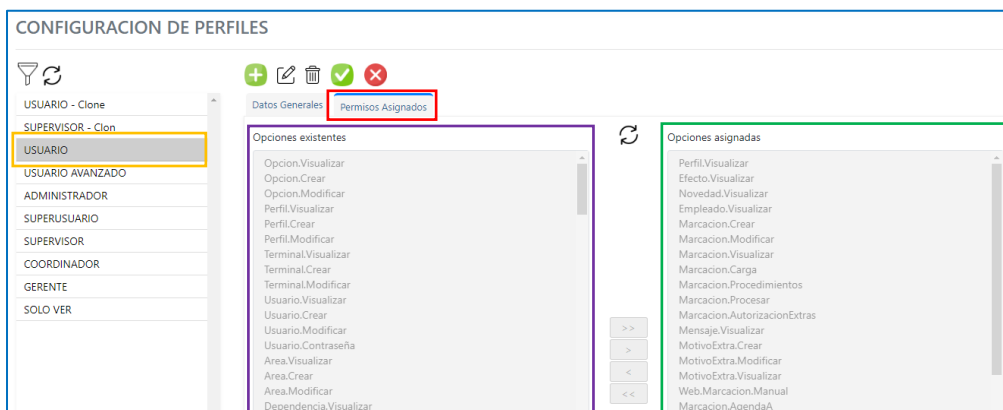

Imagen 6. Ventana módulo de perfiles-Permisos asignados
- En la pestaña de **"Permisos asignados"** se encuentra el listado de autorizaciones o permisos asignados al perfil seleccionado. En el caso seleccionado con el perfil de **USUARIO** se enlistan todas las **autorizaciones existentes** dentro de Cronoseg y en la parte derecha los **asignados al perfil seleccionado**. (Véase Imagen 6)